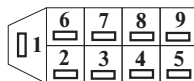

Рис. 2.5
В некоторых автомобилях, в европанели, в глубине отсека под бортовой компьютер, находится 9-контактный разьем маршрутного компьютера (МК), рис. 2.5.
**КОНТАКТ С ЧЕРНЫМ КЕМБРИКОМ** - подсоедините к корпусу, или к контакту “А” (ДК), рис. 2.4, или к контакту “4” (МК), рис. 2.5.